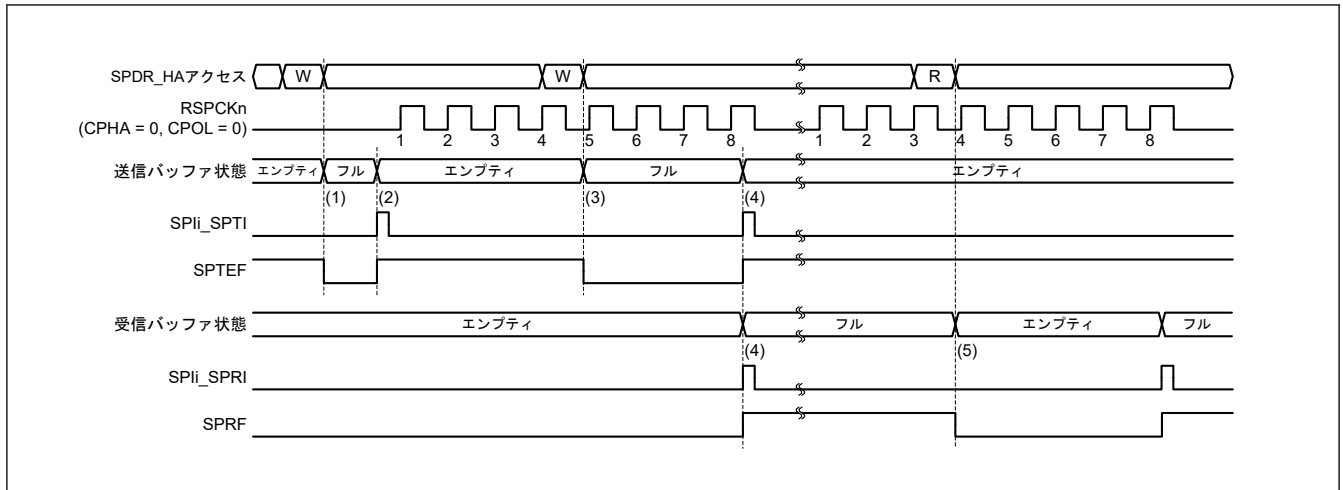
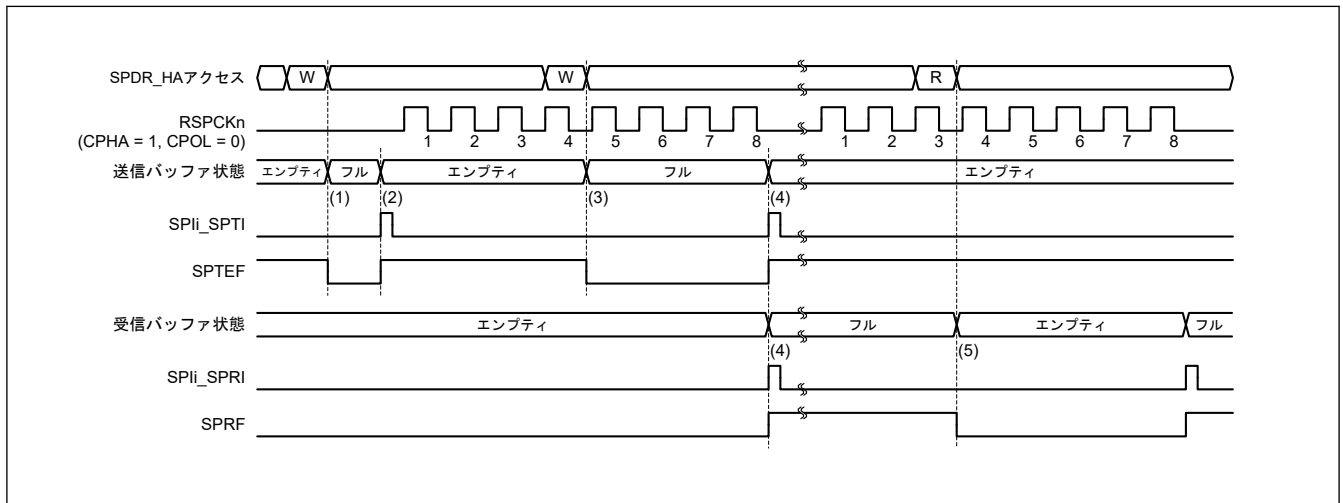

図 28.26 SPIi_SPTI、SPIi_SPRI 割り込みの動作例（マスタモードで CPHA = 0、CPOL = 0 のとき）
図 28.27 SPIi_SPTI および SPIi_SPRI 割り込みの動作例（CPHA = 1 かつ CPOL = 0、マスタモード）
図 28.26 および図 28.27 に、送信バッファエンプティ割り込み (SPli_SPTI) と受信バッファフル割り込み (SPli_SPRI) の動作例を示します。これらの図に示された SPDR_HA レジスタアクセスは、レジスタへのアクセス条件を示しています。W は書き込みサイクル、R は読み出しサイクルを示しています。図 28.26 では、SPCR.TXMD ビットが 0、SPCMD0.CPHA ビットが 0、かつ SPCMD0.CPOL ビットが 0 の設定で、SPI が 8 ビットのシリアル転送を実行しています。図 28.27 では、SPCR.TXMD ビットが 0、SPCMD0.CPHA ビットが 1、かつ SPCMD0.CPOL ビットが 0 の設定で、SPI が 8 ビットのシリアル転送を実行しています。RSPCKn 波形の下に記載した数字は RSPCK サイクル数 (= 転送ビット数) を示しています。
以下に、図 28.26 および 図 28.27 の (1)～(5) に示したタイミングでの SPI の動作を説明します。